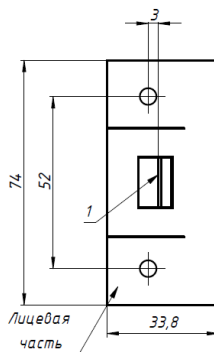

Рис.4 Монтаж защелки
- 1) На дверном проеме разметить место касания язычка ответной части защелки (1, рис.4).
- 2) Относительно места касания язычка ответной части защелки разметить места крепежных отверстий защелки (рис.4), просверлить сверлом $\text{Ø}1,5\text{-}2$ мм.